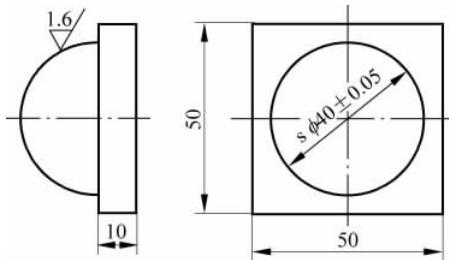

图 5-3 宏程序编程实例 3
**例 3：**如图 5-3 所示，毛坯尺寸为  $50 \times 50 \times 30$ ，试编写该工件半圆球曲面的精加工程序。